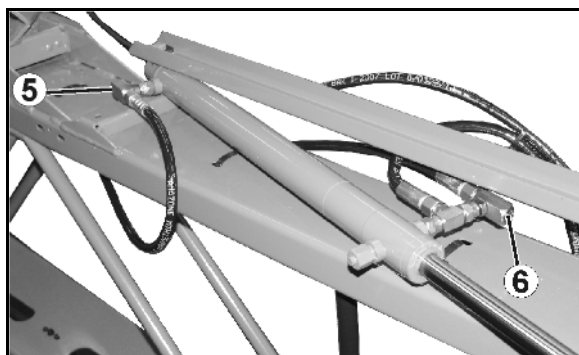

Fig. 167
1. Magnetkappe (Fig. 167/1) abschrauben.
2. Magnetspule (Fig. 167/2) abnehmen.
3. Ventilstange (Fig. 167/3) mit Ventilsitzen herausdrehen und mit Druckluft oder Hydrauliköl säubern.